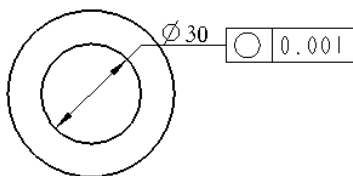

图 5.6.2 “尺寸弯头”选项
- ☑ **尺寸弯头** : 将几何公差附着在尺寸弯头 (即尺寸线的水平部分) 上 , 如图 5.6.2 所示。